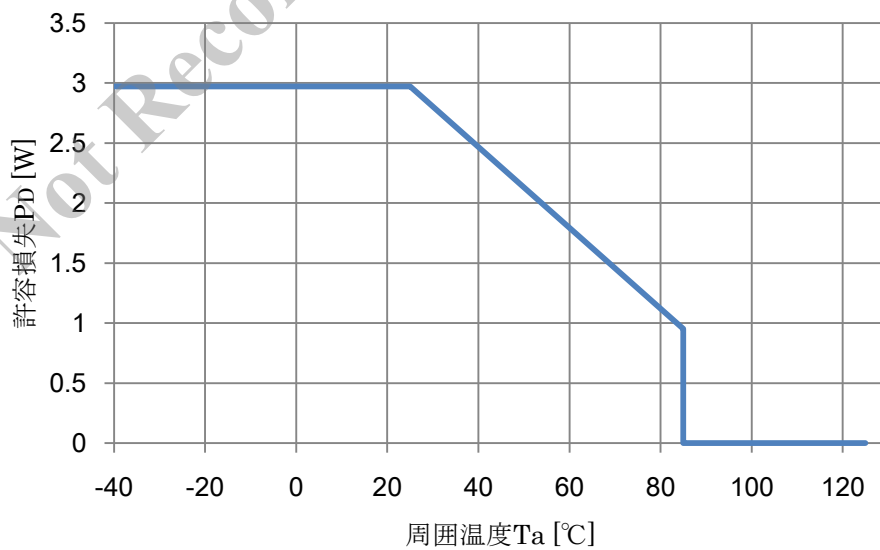

図 4-1 NR421A 熱減定格
(5) 図 4-1 に示す熱減定格範囲内で使用する必要があります。
- 1) 図 4-1 は $P_D=2.97W/T_j=125^\circ C$ で規定していますので、ご使用の際は十分にマージンを取ってください。